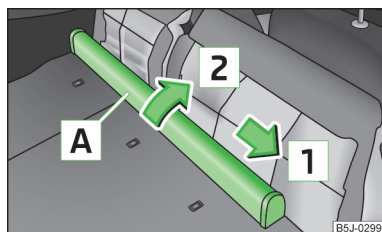

Fig. 72
- Desplace la caja de la red de separación del maletero **A** » fig. 72 en el sentido de la flecha **1** y sáquela del alojamiento del respaldo del asiento derecho en el sentido de la flecha **2**.